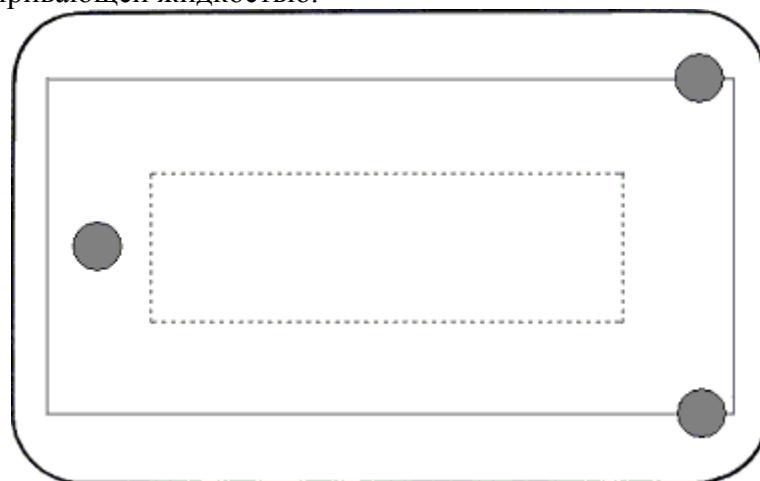

Рисунок 2 ЭКЛЗ (вид снизу)
3. Обработайте указанную на Рис. 2 пунктирной линией часть корпуса ЭКЛЗ обезжирающей жидкостью.
4. Приклейте на указанное место (на Рис. 2 оно обозначено пунктирной линией) входящую в комплект мягкую ленту, предварительно сняв защитную плёнку с клейкой основы ленты.